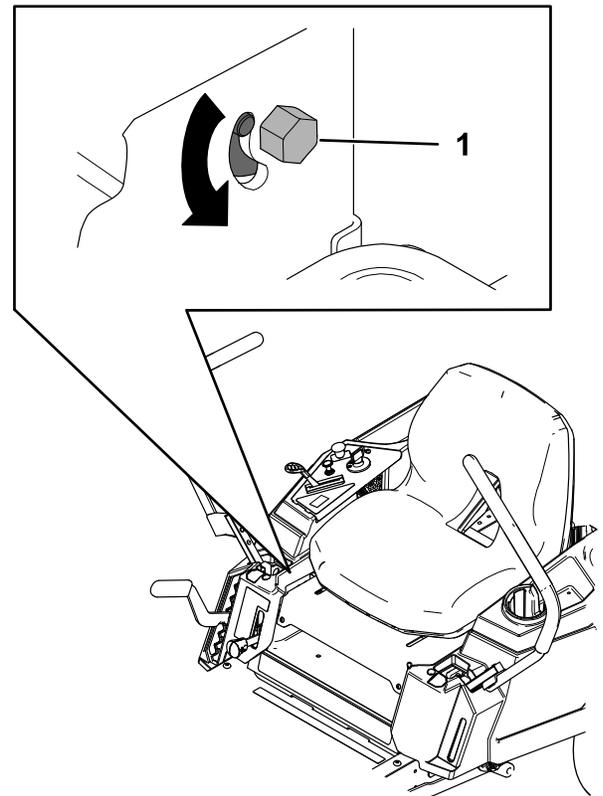

Figura 45
3. Localice el perno de ajuste de la dirección cerca de la palanca de control de movimiento del lado que debe ajustarse (Figura 45).